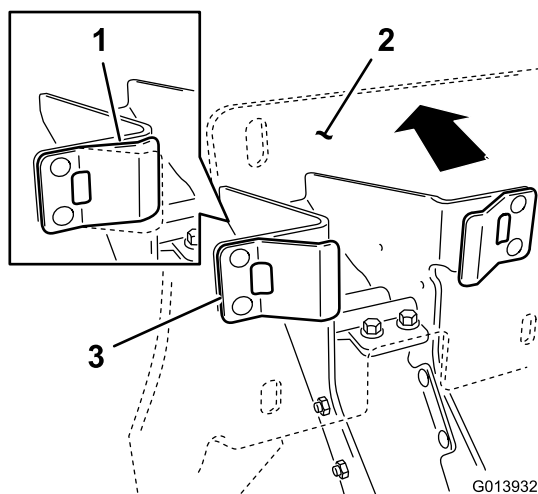

Figure 9
1. Vérifiez que les butées en plastique sont en contact avec les pattes élastiques, et exercez une pression suffisante contre la plaque d'appui pour comprimer à moitié les pattes élastiques (Figure 9).